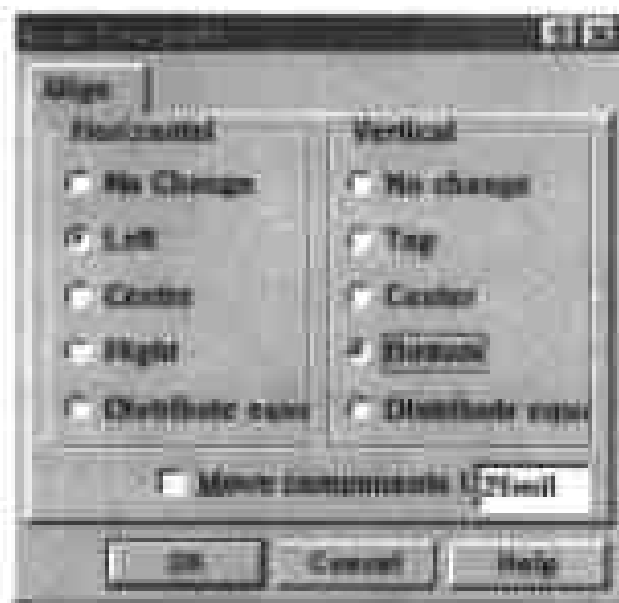

图 7-43 设置对齐排列方式的对话框
- Align 命令——选择此命令,将弹出如图 7-43 所示的对话框。在这个对话框左边的 Horizontal 选区中包含了 No Change(不调整)、Left(左对齐)、Centre(中间对齐)、Right(右对齐)和 Distribute equally(水平等间距分布)5 个单选钮,供用户设置对象在水平方向上的对齐方式;在对话框右边的 Vertical 选区中包含了 No Change(不调整)、Top(顶端对齐)、Center(中间对齐)、Bottom(底端对齐)和 Distribute equally(垂直等间距分布)5 个单选钮,供用户设置对象在垂直方向上的对齐方式;